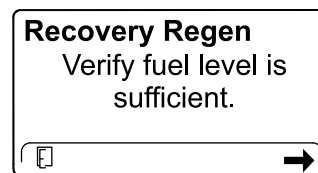

Figura 52
2. En la pantalla VERIFICAR NIVEL DE COMBUSTIBLE, compruebe que tiene  $\frac{1}{4}$  de depósito de combustible si va a realizar la regeneración estacionaria, o  $\frac{1}{2}$  depósito de combustible si va a realizar la regeneración de recuperación, y pulse el botón derecho para continuar (Figura 52).